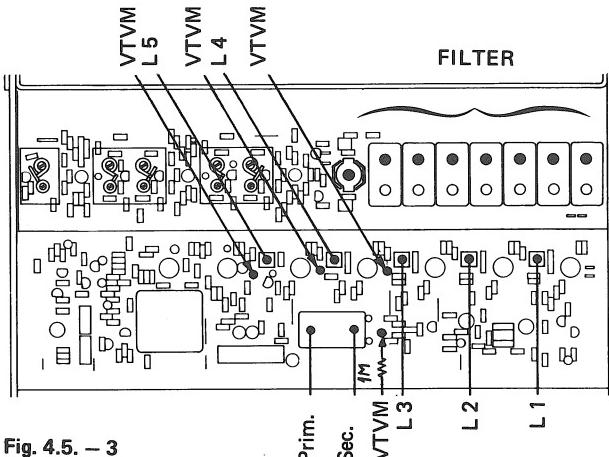

Fig. 4.5. – 3
4.5.2. Remove coaxial cable from the input to mixer stage and connect IF-signal from the test generator as shown in figure 4.5. – 2.
4.5.4. Connect VTVM with RF-probe to the input of IC 4 (220 ohms). Adjust slug in coil 3 (blue) to obtain a maximum reading of approximately 0.8 V (figure 4.5. – 3).
4.5.2. Après avoir ôté le câble coaxial, connecter le câble FI du générateur à l'entrée du circuit mélangeur de l'étage haute-fréquence (fig. 4.5. – 2).
4.5.4. Connecter la sonde HF du V.à L. à l'entrée de IC 4 (220 ohms). Accorder le circuit 3 (bleu) au maximum de déviation de l'instrument: environ 0,8 V (fig. 4.5. – 3).